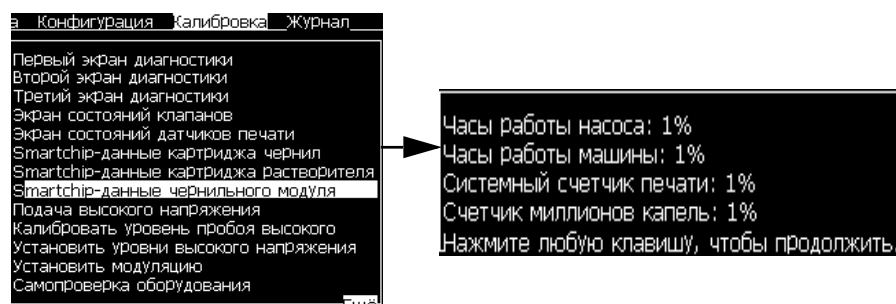

Рисунок 4-17: Просмотр часов работы
- 1 Выберите *View Ink Core Smart Chip Data* из меню калибровки (значение Рисунок 4-17).